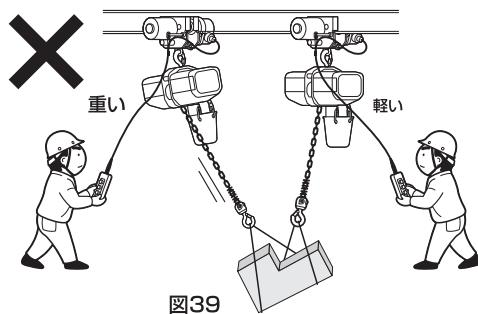

図39
- (20) 共づりする場合は、それぞれの1台のチェーンブロックでその荷をつれる定格荷重のものを使用してください。
- (21) 2台の電気チェーンブロックで、1つの荷をつる場合は、ロードチェーンが鉛直線に対して、大きな角度を成している状態や荷の重心位置が2つのつり上げ位置のどちらかに極端に接近している状態では電気チェーンブロックに想像以上の負荷がかかりますの十分注意してください。(図39)